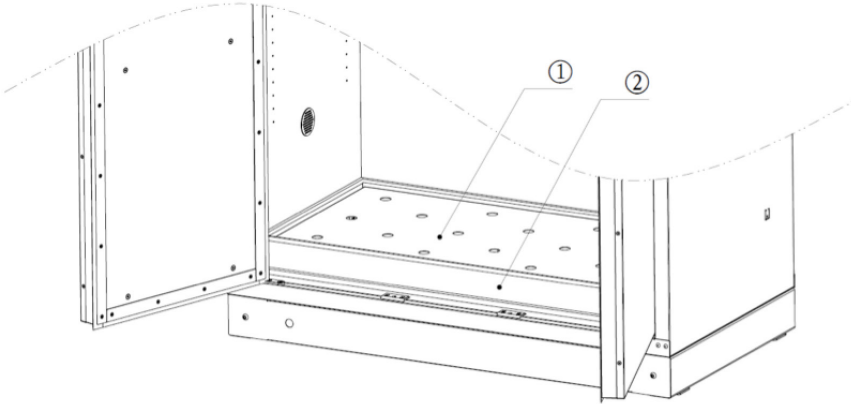

图 5 (picture 5)
5. 泄漏液体的清除：可调层板上如有少量的泄漏液体，请先清除掉层板上所有的存放物品，使用对应的吸附棉进行可调层板的清洁。如柜体底部渗漏槽有泄漏的液体，请按照图 5 进行清洁，首先清空编号 1 上存放的物品，将编号 1 移出柜外，再使用对应的吸附棉对编号 2 进行清洁。清洁完成之后按照步骤放进编号 1。